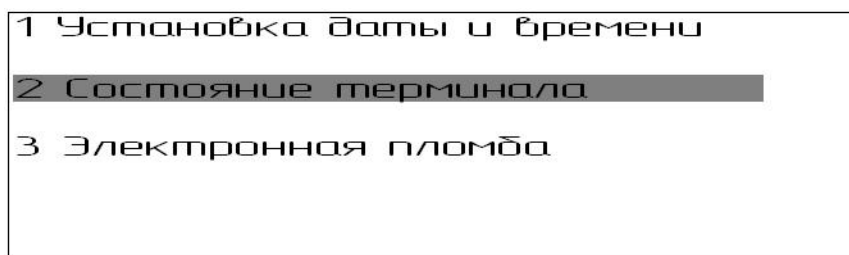

Рисунок 7
2.3.3.3 Для пользователей доступны пункты корневого меню с 1 по 3. В этом случае пункты с 4 по 21 на экране индикатора не отображаются (рисунок 7). Нажатие клавиш « ▲ », « ▼ » клавиатуры управления позволяет перемещаться вверх-вниз по списку корневого меню. Выбор нужного пункта, выделенного курсором, осуществляется нажатием на клавишу «ОК».